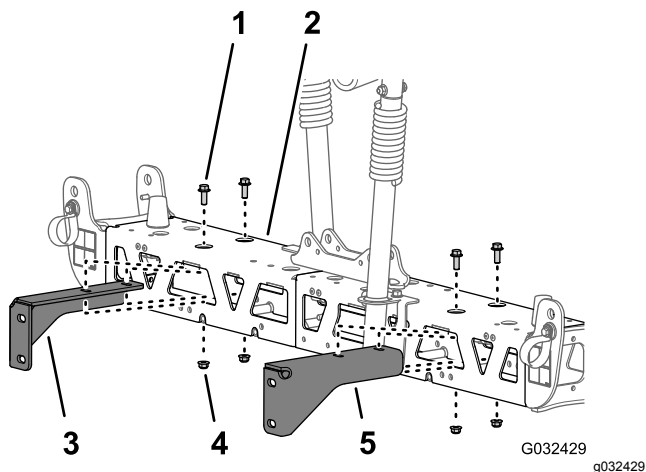

Bild 73
2. Entfernen Sie die zwei Bundkopfschrauben (3/8" x 1") und die zwei Sicherungsbundmutter (3/8"), mit denen die Stützhalterung am mittleren Auslegerabschnitt befestigt ist, und nehmen die Halterung ab (Bild 73).
3. Entfernen Sie die zwei Bundkopfschrauben (3/8" x 1") und die zwei Sicherungsbundmutter (3/8"), mit denen die andere Stützhalterung am mittleren Auslegerabschnitt befestigt ist, und nehmen die Halterung ab (Bild 73).